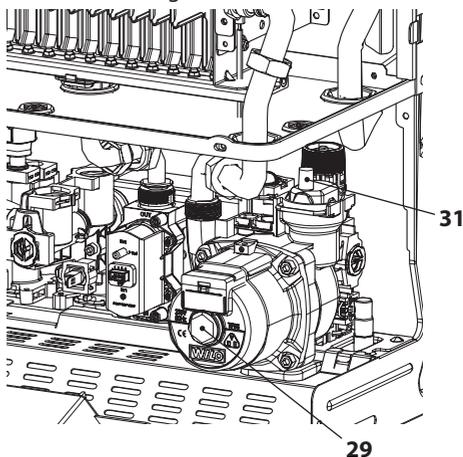

Figura 6.3
- Allentare il tappo della valvola di sfiato automatica 31 in Figura 6.3.
- Togliere il tappo 29 in Figura 6.3 e sbloccare la pompa ruotando il rotore con un cacciavite.